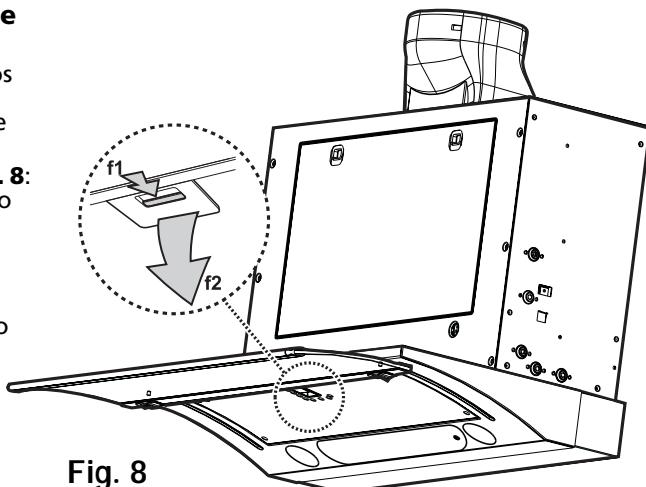

Fig. 8
2. Retire os filtros de gordura - **Fig. 8:** para o retirar, puxe para baixo o punho de desprendimento de mola (**f1-f2**) e depois extraia o filtro.
2. Retire o filtro de gordura (**f1-f2** - **Fig. 8**).